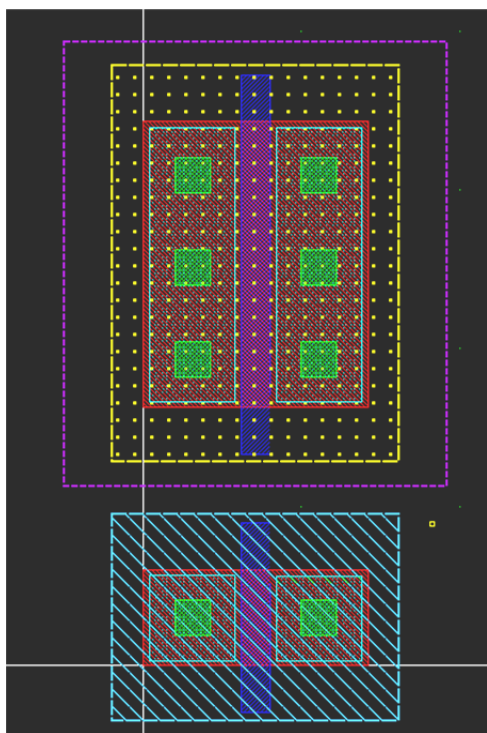

图 6.9 移动 PMOS 到合适位置
①把 PMOS 移动到合适位置。用鼠标拖一个框，选中整个 PMOS，键入快捷键 m，然后点击 PMOS，按 F3 改变 snam mode 到 anyangle，点击 hide，这时移动 PMOS 到 NMOS 上方，使 P 管和 N 管的栅在同一直线上。点击左键放下。如图 6.9 所示。